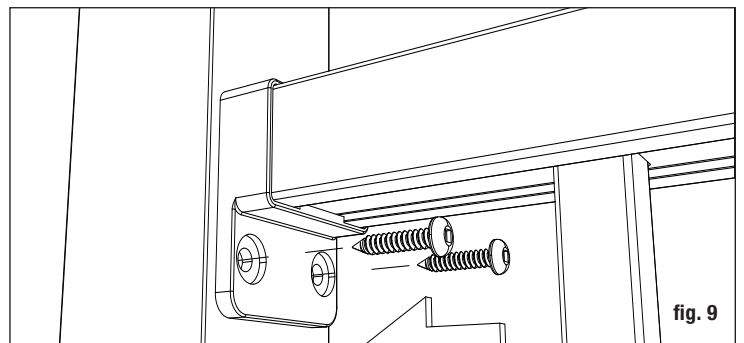

fig. 9
**Step 7:** Coloque el riel entre los postes. Verifique el nivel de extremo a extremo y verticalmente. Adjunte soportes a la publicación en un extremo. Repita para el otro extremo. Nota: Use una broca de extensión del controlador para evitar dañar el riel con el portabrocas (fig. 9).